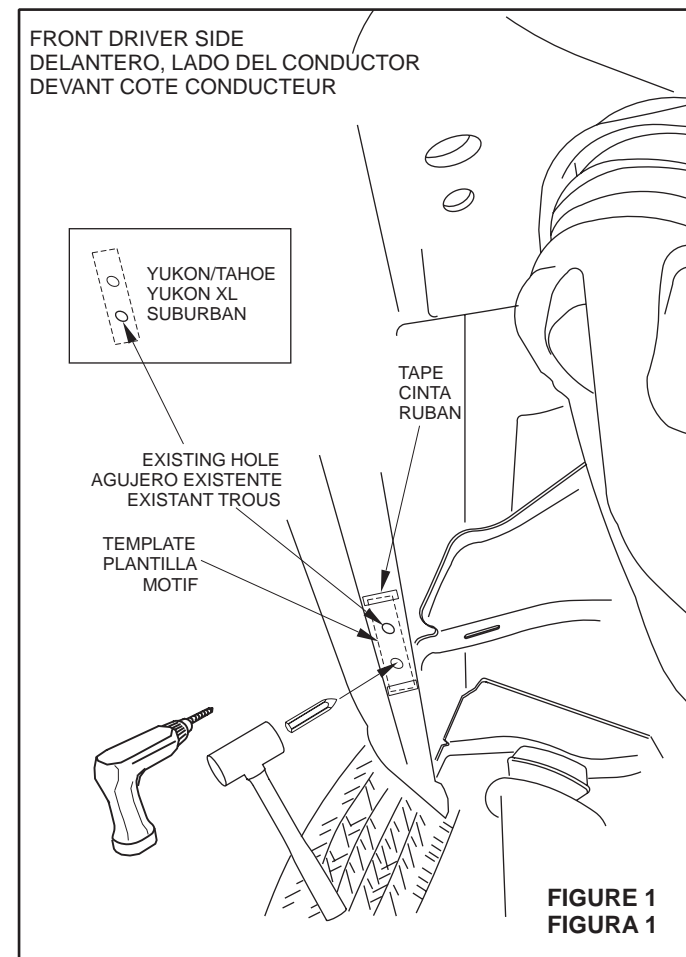

FIGURE 1 FIGURA 1
- STEP 2. Cut out hole template and tape to forward section of rocker panel as shown (See Figure 1).
- STEP 3. Center punch hole, remove pattern and drill with 3/8" drill. Repeat for rear hole. (See Figure 1)
- ETAPE 2. Découpez le motif des trous et à l'aide du ruban collez-le à la section avant du bas de caisse tel qu'illustré (voir figure 1).
- ETAPE 3. Marquez le trou à l'aide du pointeau, retirez le motif et percez à l'aide de la mèche 3/8 po. Répétez pour trou arrière (voir figure 1).
SEE FIGURE 1 TEMPLATE (CUT OUT) VEA LA FIGURA 1 PLANTILLA (RECORTAR) VOIR FIGURE 1 MOTIF (DECOUPE)